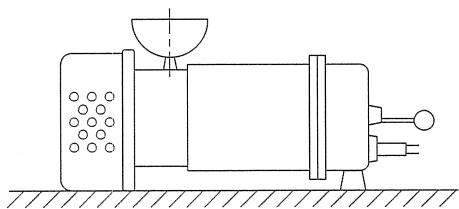

図6
- (1) ご使用の前に必ず絶縁抵抗の測定をしてください。絶縁抵抗値は $1M\Omega$ 以上あれば運転に支障ありませんが $1M\Omega$ 以上あっても、急に低下し始めているものは異常と考えられますので修理が必要です。
- (2) 運転中の電流値、電流計のふれを点検してください。ふれの大きい場合は異物をかみ込んでいる恐れがあります。付着した異物を取り除いてください。
- (3) 吐出し量が急激に減少している場合には、吸込口（ストレーナ部）に異物がつまっている恐れがあります。付着した異物を取り除いてください。
- (4) ポンプ性能が徐々に低下した場合は、ケーシングや羽根車の摩耗が考えられます。各部を点検し摩耗している部品は早期に交換してください。
- (5) 使用後に、メカニカルシールの潤滑油を点検・交換しますと、メカニカルシールの寿命が長くなります。この際、潤滑油に水が混入し、白濁している場合は、メカニカルシールの不良ですので交換が必要です。潤滑油交換時には図6のように注油プラグを上にし、ポンプを水平に置いて表1に示す潤滑油を必ず規定量注油してください。この時ポンプをゆすったりして、規定量以上注油しますと、メカニカルシール室の内圧上昇により、シール寿命が著しく低下します。注油後はシールワッシャを介し注油栓を十分に締付けてください。
メカニカルシール室の潤滑油交換は6カ月毎に行ってください。この潤滑油に水が混入し白濁している場合は、メカニカルシールを交換してください。潤滑油の交換時には図6のように注油栓を真上にし、ポンプを水平に置いてタービン油（#32）を表1に示されている指定量注油し注油栓ガスケットを介し注油栓を十分に締付けてください。